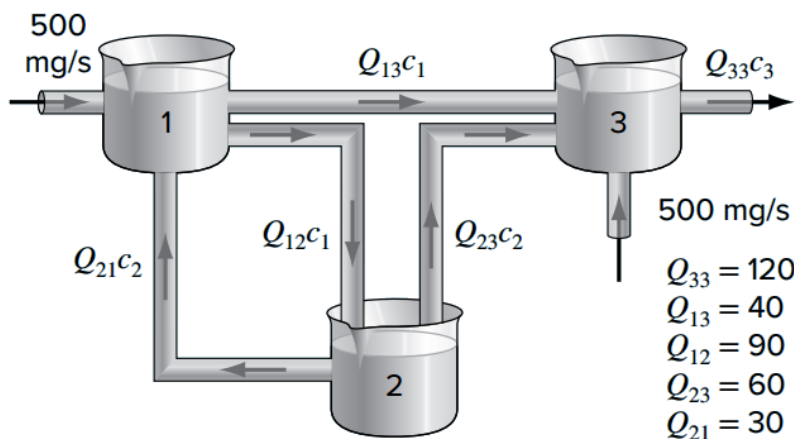

Figura 5: Tres reactores conectados por tuberías.
2. (90 %) Siguiendo el mismo principio que los reactores anteriores, plantee las ecuaciones de balance para los reactores mostrados en la figura 5 y solucíonelas usando eliminación Gaussiana.
1. (50 %) Tome los reactores de la figura 5 y solucíonelo usando factorización LU.